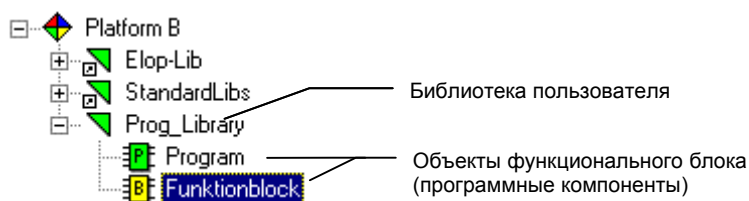

Рис. 45 Структура проекта после этого упражнения
- ☐ Откройте функциональный блок  из Рис. 45 с помощью двойного щелчка по его символу: